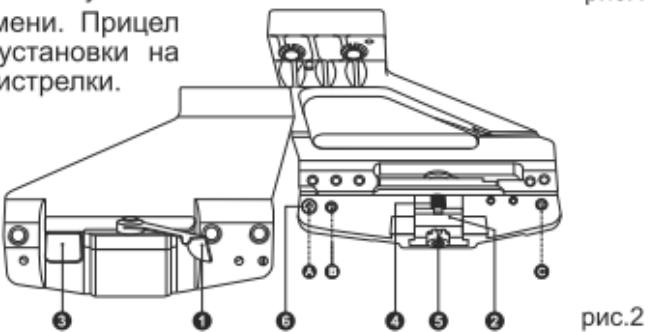

рис.2
- Поверните защелку (1) против часовой стрелки до упора (положение "открыто") (**рис.2**).
- Установите посадочное место кронштейна с фиксирующим угольником (2) на специальные приливы ствольной коробки карабина.
- Поверните защелку (1) круговым движением по часовой стрелке до упора. Положение "закрыто" определяется по характерному щелчуку защелки (1) о замок (3).
- отожмите фиксирующий угольник (2) в сторону пружины (4) до упора;
- удерживая угольник (2) в отжатом положении, отрегулируйте натяжение замка крепления:
- при люфте кронштейна на оружии закручивайте гайку (5) по часовой стрелке;
- при невозможности защелкнуть замок откручивайте гайку (5) против часовой стрелки.
- Выкрутите упорный винт (6), нанесите на него резьбовой фиксатор (например, Loctite 638) и закрутите в одно из трех положений (A, B, C). Положение упорного винта определяется конструкцией приливной планки оружия и удобством использования.